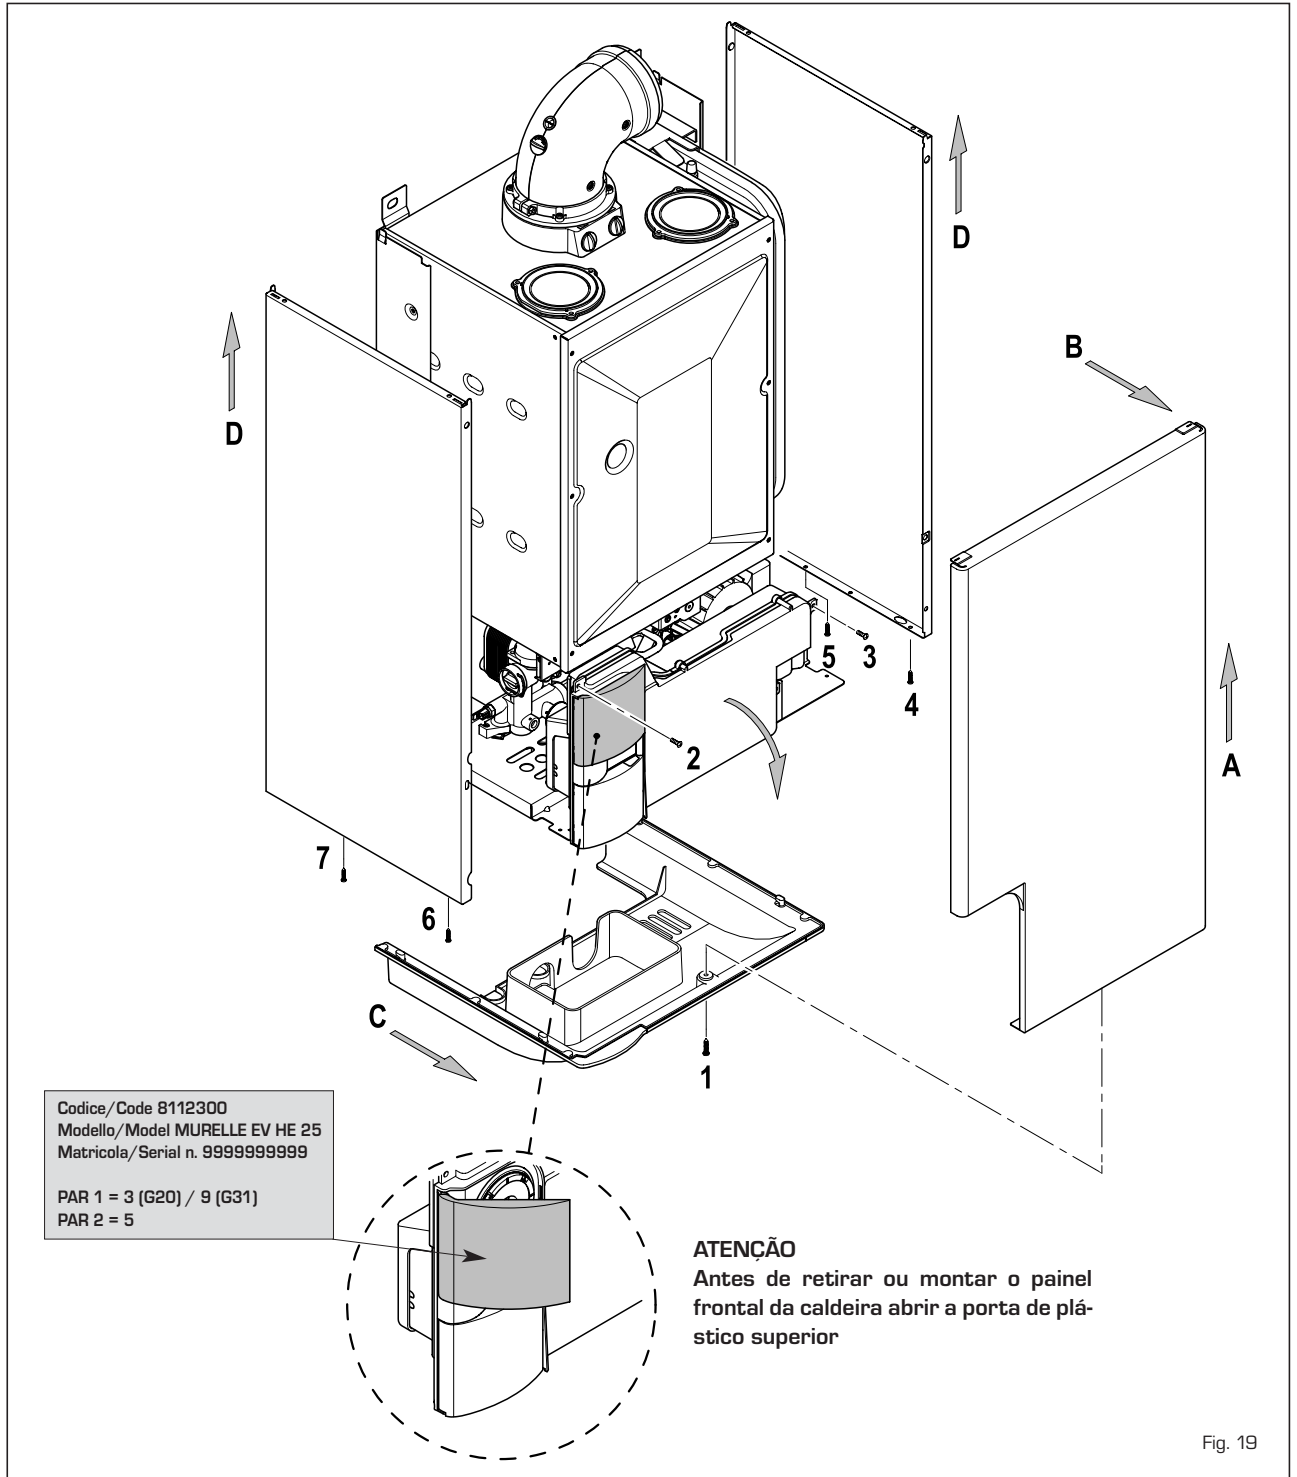

Fig. 19
4.4 DESMONTAGEM COBERTURA (fig. 19)
Para uma fácil manutenção da caldeira é possível desmontar completamente a cobertura como indicado na fig. 19. Rodar o painel de comando para a frente para aceder aos componentes internos da caldeira.